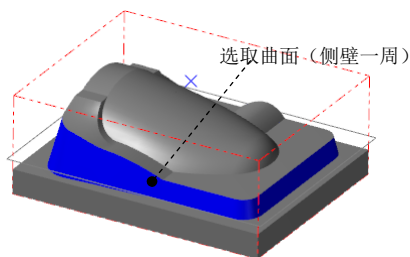

图 17.35 选取干涉曲面
(2) 选取干涉曲面。单击 **检测** 区域中的  按钮，然后选取图 17.35 所示的面（共 23 个），单击“标准选择”工具栏中的  按钮，完成加工区域的设置，系统返回至“刀具路径的曲面选取”对话框。